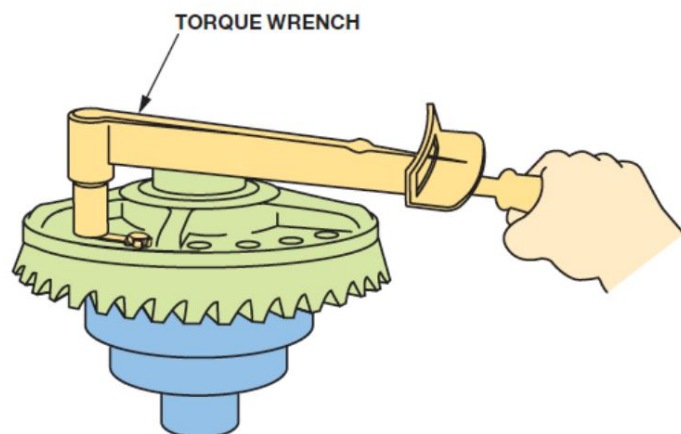

Figura 14. Ajuste de los pernos de montaje del engranaje anular.
- Utilice pernos de retención nuevos y apriételos según las especificaciones de fábrica. Figura 14.